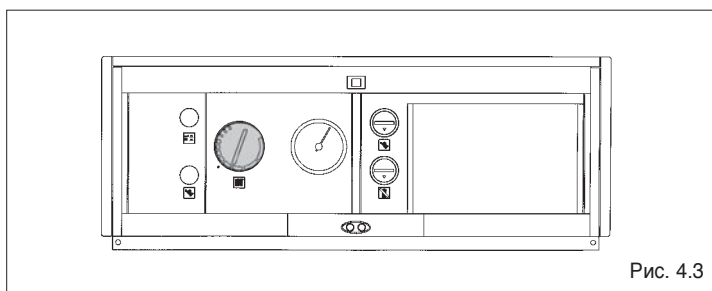

Рис. 4.3
- установите требуемую температуру срабатывания регулирующего термостата котла (Рис. 4.3). Эта операция не требуется, если котел управляется от регулятора комнатной температуры;